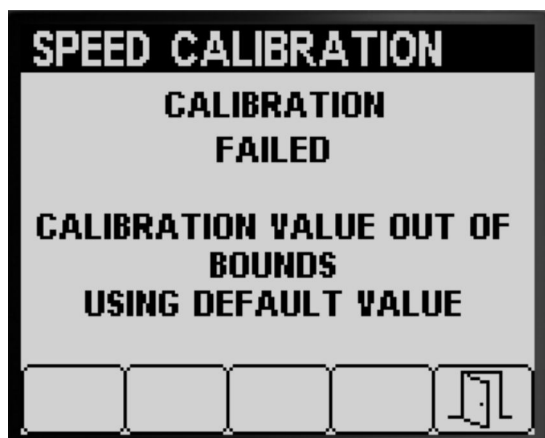

Figura 69
- Apare un mesaj care indică faptul că a eut calibrarea vitezei (Figura 69).
Notă: În cazul în care valoarea calibrării se află în afara intervalului (Figura 69), contactați distribuitorul dumneavoastră de service autorizat Toro; în caz contrar, verificați din nou mesajul de eroare și repetați pașii calibrării din Pregătirea pentru Speed Calibration (Calibrare viteză) (Pagină 26) și Efectuarea Speed Calibration (Calibrare viteză) (Pagină 27).
5. Apăsai butonul 5 pentru a părăsi ecranul Speed Calibration (Calibrare viteză) (Figura 68 sau Figura 69).